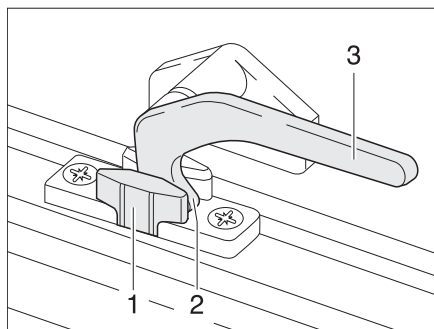

Fig. 10 Levier de verrouillage en position "Aération permanente"
- En position "Aération permanente" (Figure 10)
- Tourner le levier de verrouillage (Figure 10,3) d'un quart de tour vers le centre de la fenêtre.
- Remettre le levier de verrouillage en position initiale. Le tenon de verrouillage (Figure 10,2) doit pénétrer alors dans le logement prévu à cet effet dans le verrouillage de fenêtre (Figure 10,1).